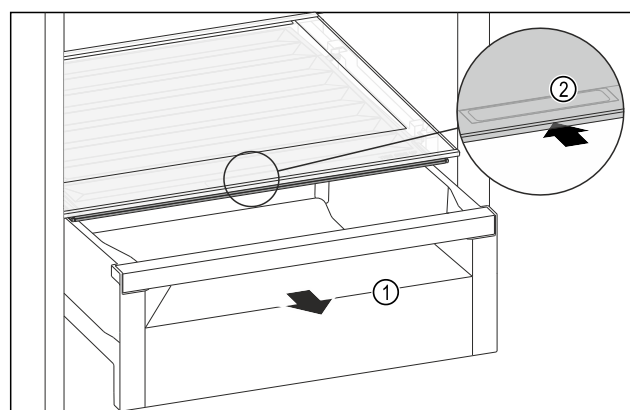

Fig. 207
- Izvucite ladicu Fig. 207 (1).
- Primite ručku Fig. 207 (2) na poklopcu pretinca i istodobno povucite poklopac pretinca prema natrag.